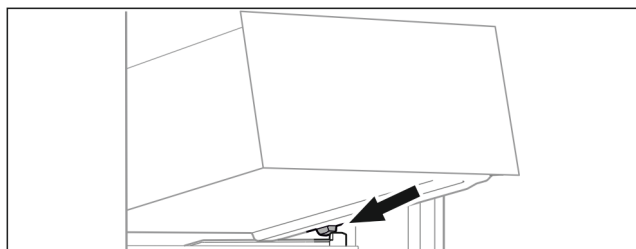

Fig. 79
- Sett skuffen på skrå bak stopperne på beholderribben. (se Fig. 79)